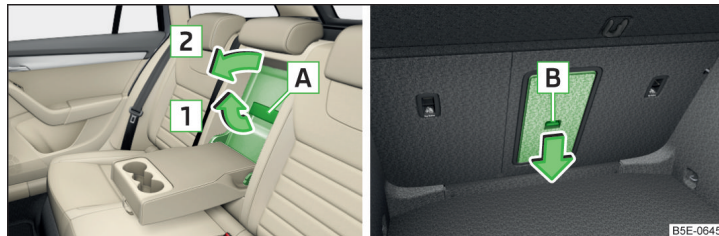

Fig. 110 Ouvrir le couvercle : depuis l'intérieur / depuis le coffre
- Tirez la poignée **A** dans le sens de la flèche **1** et rabattez le cache dans le sens de la flèche **2** » fig. 110.
- Rabattez l'accoudoir arrière et le couvercle dans le dossier de siège vers le bas » fig. 110 à la page 100.